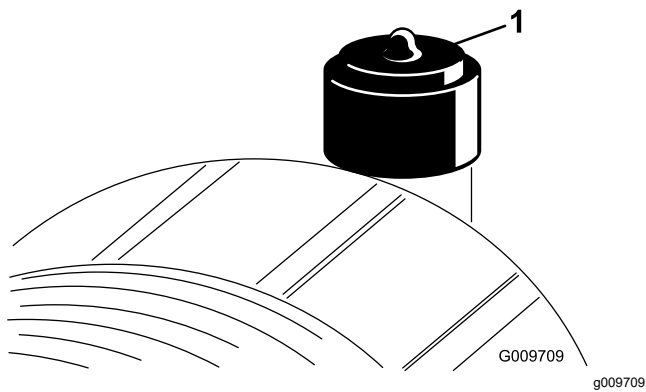

Bild 58
Warten Sie den Luftfilter nur, wenn dies von der Kundendienstanzeige angegeben wird (Bild 58). Das frühzeitige Auswechseln des Luftfilters erhöht nur die Gefahr, dass Schmutz in den Motor gelangt, wenn Sie den Filter entfernen.
2. Stellen Sie die Anzeige (Bild 58) zurück, wenn sie auf Rot steht.